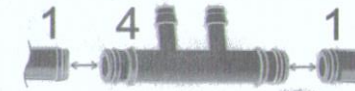

Рис.3
5. Разрежьте подающие шланги (1) согласно Вашей схеме посадки и установите малые разветвители (4) как на рис.3.